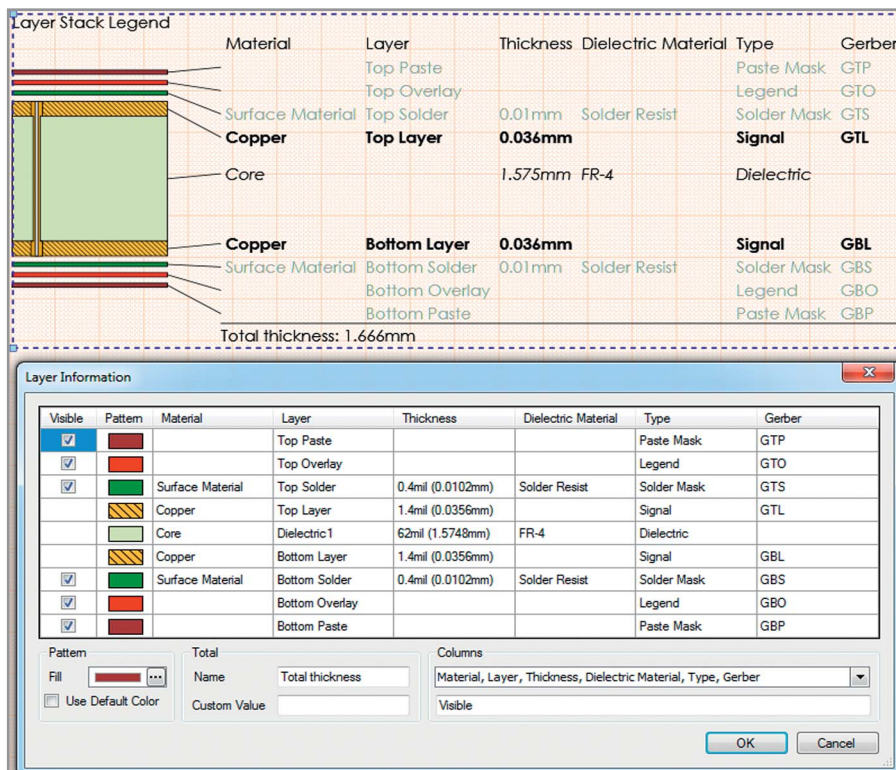

Рис. 6. Вид стека слоёв
4. Вид стека слоёв (Layer Stack Legend) (см. рис. 6). Данный вид показывает в разрезе внутреннюю структуру платы в увеличенном виде и включает в себя подробную информацию для каждого слоя в стеке. По умолчанию в описание слоёв попадают все атрибуты слоёв платы из диа-